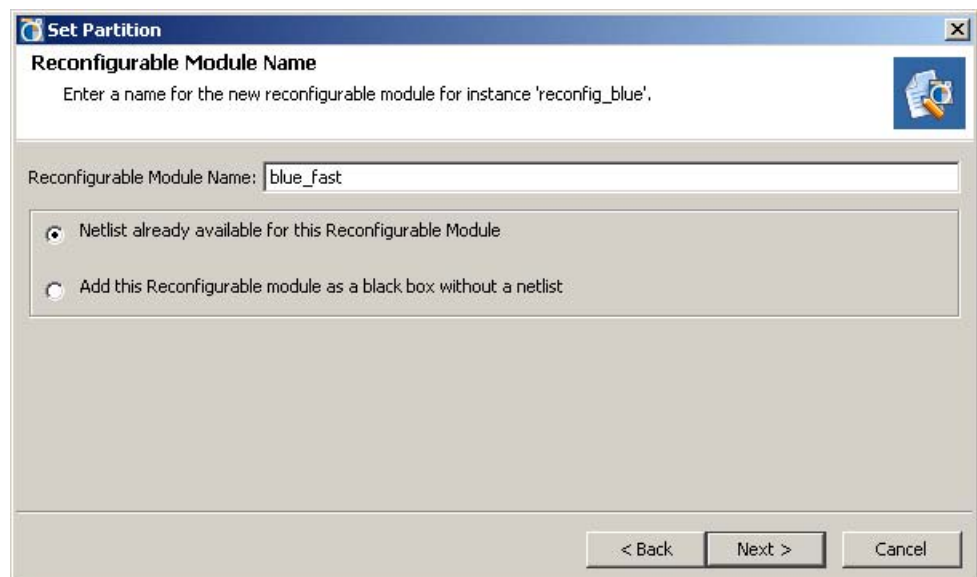

図 4-7：リコンフィギャブル モジュールの命名
2. 図 4-7 のように、モジュール名とそれが Fast か Slow かを示すように、リコンフィギャブル モジュールの名前を入力します。